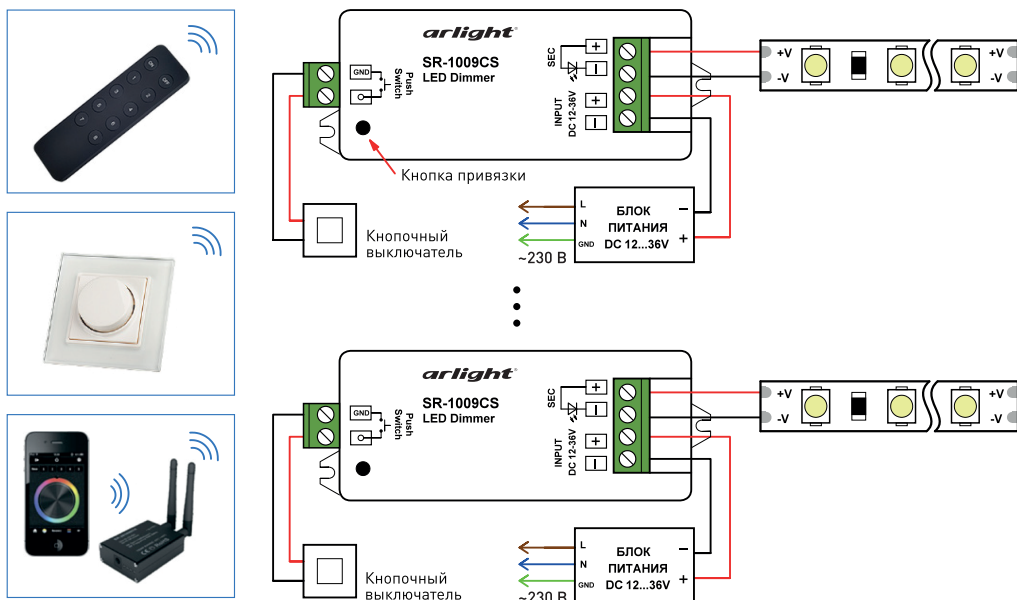

Рис. 2. Схема подключения оборудования на примере диммера SR-1009CS.
- 3.4. Соедините блок питания, контроллер и светодиодную ленту (см. инструкцию к используемому контроллеру или диммеру). Пример подключения диммеров приведен на Рис. 2.